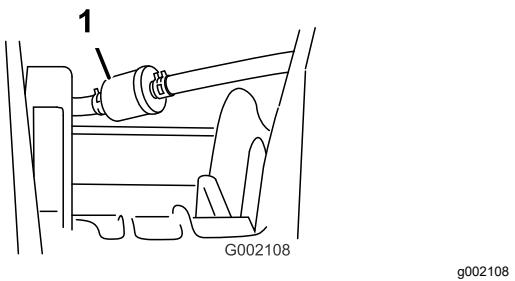

Bild 39
5. Entfernen Sie die Klemmen, mit denen der Kraftstofffilter an den -leitungen befestigt ist (Bild 39).